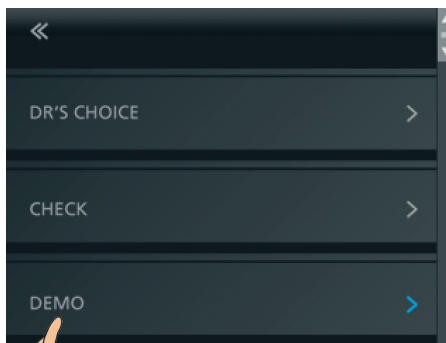

Abb. 36 Auswahl von DEMO
- Gehen Sie zum Menü Einstellungen und wählen Sie die Funktion DEMO (Abb. 36).